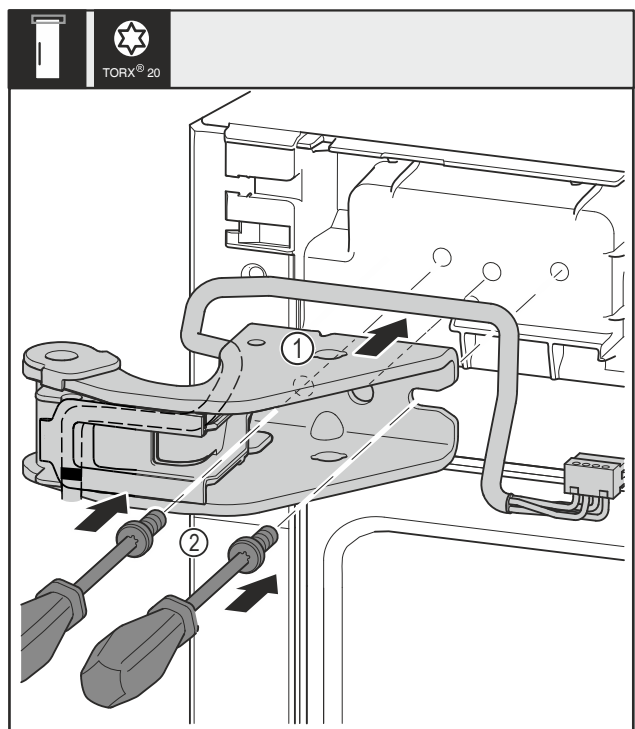

Fig. 20
- Vendosni bazamentin mbështetës të sipërm Fig. 20 (1).
- Futni vidat Fig. 20 (2) me një kaçavidë dhe shtrëngojini fort.